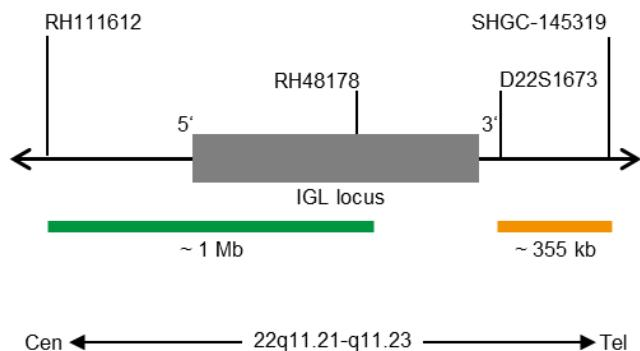

Fig. 1: SPEC IGL Mapa da sonda (sem escala)
- Polinucleótidos (~10.0 ng/μl) com marcação ZyGreen (excitação 503 nm/emissão 528 nm), dirigidos ao mapeamento de sequências alvo em 22q11.21-q11.22* (chr22:21,931,816-22,942,402) proximais à região de quebra da IGL (ver Fig. 1).
- Polinucleótidos (~4.5 ng/μl) com marcação ZyOrange (excitação 547 nm/emissão 572 nm), dirigidos ao mapeamento de sequências alvo em 22q11.22-q11.23* (chr22:23,324,781-23,679,042) distais à região de quebra da IGL (ver Fig. 1).